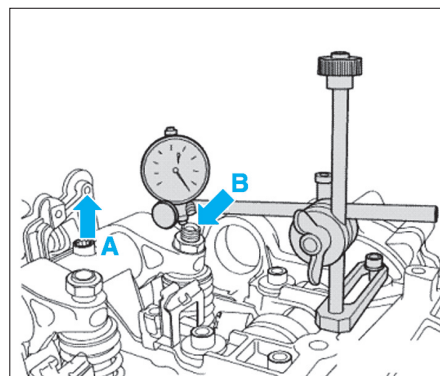

Fig. 49
• S'assurer de la présence de la tête sphérique (9).
- serrer progressivement et en plusieurs passes les vis (4) et (5) jusqu'à ce que la rampe de culbuteur prenne appui sur le cadre de palier,
- serrer les vis (6), (3) et (7) au couple de serrage prescrit,
- serrer les vis (4) et (5) au couple prescrit.
• Mettre en place un comparateur, palpeur en appui sur la vis de réglage de l'injecteur-pompe (Fig.49).